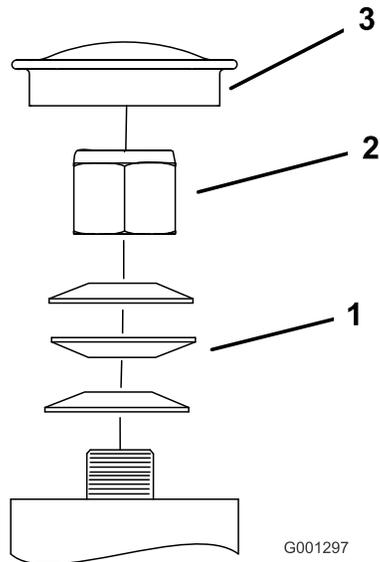

Figura 78
3. Retire el tapón guardapolvo de la rueda giratoria y apriete la contratuerca (Figura 78).
4. Apriete la contratuerca hasta que las arandelas de muelle estén planas, luego afloje la contratuerca ¼ de vuelta para establecer la pre-carga correcta de los cojinetes (Figura 78).
**Importante:** Asegúrese de que las arandelas elásticas están correctamente instaladas, como se muestra en la Figura 78.
- Coloque el tapón guardapolvo (Figura 78).